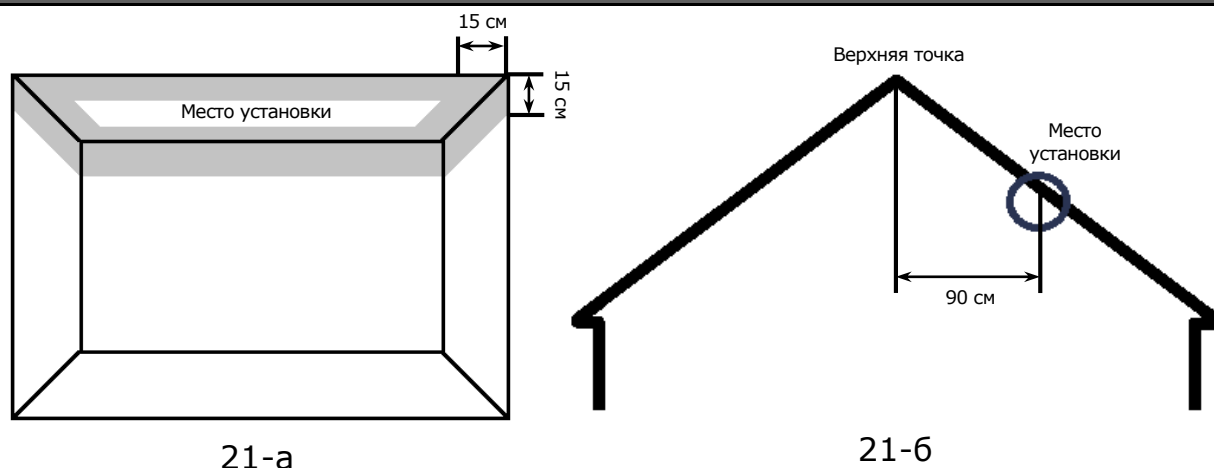
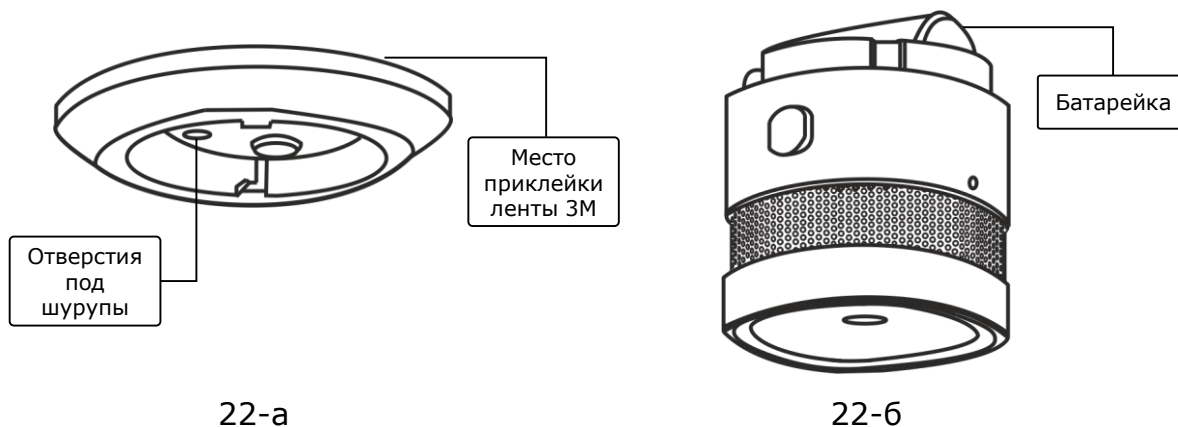

Рисунок 21 – Установка датчика дыма на плоский/скошенный потолок
Рисунок 22 – Крепление датчика дыма на дюбели или ленту 3М
- **существующим пользователям** приложения «Perenio Smart» необходимо после входа в аккаунт нажать на иконку «+» в правом верхнем углу вкладки «Устройства», затем «Добавить новое устройство» и выбрать центр управления (см. рис. 21).
ПРИМЕЧАНИЕ. При монтаже датчика дыма на потолок следует размещать его на расстоянии не менее 30 см от ламп и предметов декора, а также на расстоянии не менее 15 см от стен и углов (см. рис. 21 и рис. 22).
(рис. 21-а)
(рис. 21-б)